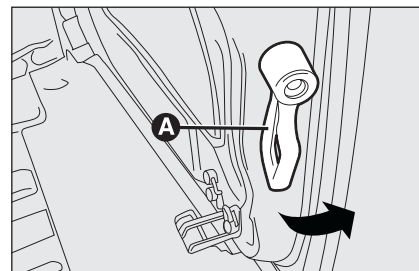

fig. 69
Après avoir ouvert le premier battant, tirer la poignée **A-fig. 69** en agissant dans le sens indiqué par la flèche.
**AVERTISSEMENTS** Utiliser la poignée **A-fig. 69** uniquement dans le sens indiqué par la figure.